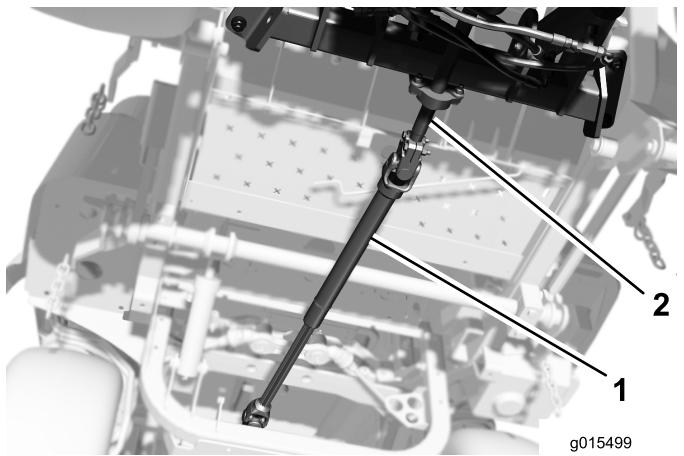

Figura 10
1. Mientras alinea los taladros de montaje del árbol de transmisión con el taladro del eje secundario, deslice el árbol de transmisión sobre el eje secundario del accesorio (Figura 10).